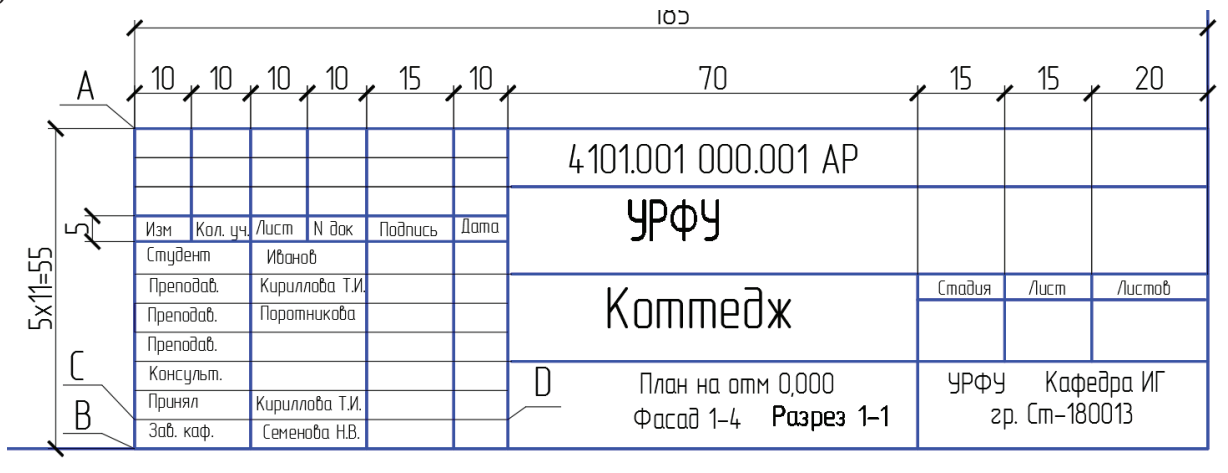

Рис. 2.3.7. Размеры основных надписей:
1. Начертите основную надпись формы 1 (рис. 2.3.7, а) на формате А3 гор. Затем скопируйте ее на другие форматы.
Для строительных чертежей можно использовать основную надпись формы 3 (рис. 2.3.7, б) по ГОСТ Р 21.1101–2013.
- Используя команду **Копировать** , создадим вертикальные отрезки в основной надписи (по размерам, указанным на рис. 2.3.7). Режим **ОРТО**  включите.
КОПИРОВАТЬ Выберите объекты: выберите отрезок АВ (рис. 2.3.7).
КОПИРОВАТЬ Базовая точка или [**Перемещение режим**] <Перемещение>: укажите точку В (рис. 2.3.7) как базовую точку копируемого объекта.
4. Начертим горизонтальные тонкие линии в левой части основной надписи. Сначала чертим отрезок CD (рис. 2.3.7), затем создаем массив линий с расстоянием между линиями 5 мм командой **Прямоугольный массив**.
Чертим отрезок CD (рис. 2.3.7 и 2.3.10, б), используя команду **Отрезок**  **Отрезок**.
5. Установите текущим слой **Основная**. Используя команду **Отрезок**  чертим горизонтальные линии основной надписи в соответствии с рис. 2.3.7 и 2.3.11.
Изображение основной надписи после выполнения команды **Обрезать** приведено на рис. 2.3.7.
7. Заполним текстом основную надпись (см. рис. 2.3.7), используя команду **Многострочный текст**.
7.2. Пишем текст в основной надписи в соответствии с рис. 2.3.7.
А - МТЕКСТ: напишите текст в рамке 1—2 в соответствии с рис. 2.3.7.